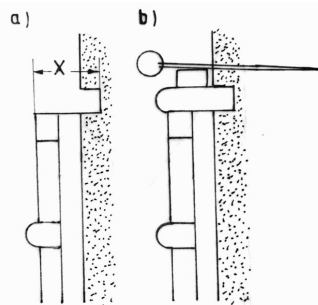

Abb. 22: Montage der Bordkanten.
- Zurücksetzen der Malle mit Kappen der Spantleisten und einkratzen im gesamten Bordkantenbereich auf Tiefe "X" (Abb. 22/ a)
die der Berghölzer. Nur spielt hier der Zeitfaktor wegen der kürzeren Einzelstücke eine geringere Rolle (Abb. 22/b).